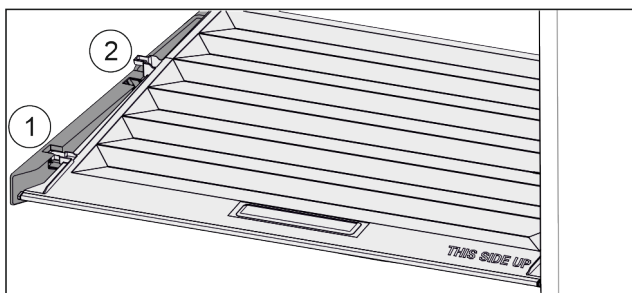

Fig. 27
- ▶ Vytáhněte víko dopředu až k otvoru v přídržných dílech Fig. 27 (1).
- ▶ Vzadu zespodu nadzvedněte a vyjměte směrem nahoru Fig. 27 (2).